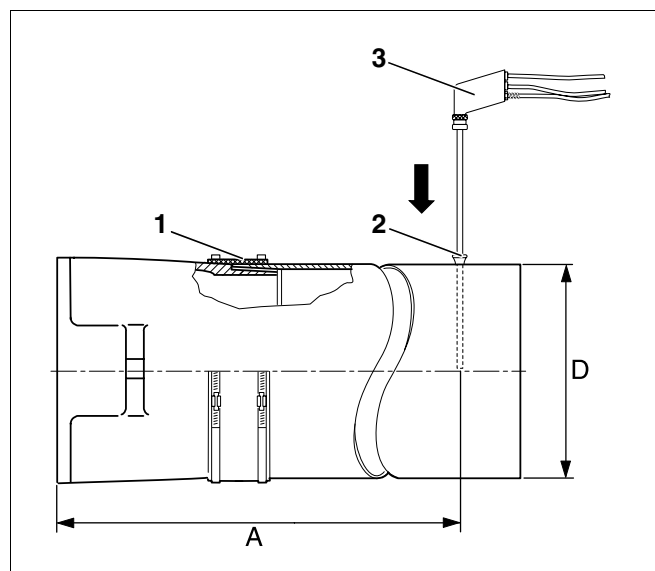

Fig. 11 Registrering af måleværdier
Målingerne foretages altid i røgrøret. Måleåbningen (muffe; fig. 11, **pos. 2**) anbringes i afstanden "A" (ca. $2 \times$ røgrørets diameter "D") fra røggasstuds (fig. 11). Hvis røggassetemet er tilsluttet med en bue umiddelbart efter kedlen, skal der måles før buen.
Det anbefales at anvende en manchet til røgrøret (fig. 11, **pos. 1**).
- Nedsænk målesonden (fig. 11, **pos. 3**, side 17) i røggassens kernestrøm (midten af røgrøret = højeste røggastemperatur).